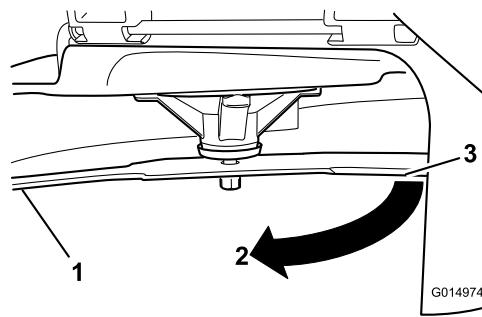

Figura 73
3. Distância medida entre a lâmina e a superfície (A)
4. Rode a mesma lâmina 180 graus para que a extremidade de corte oposta fique na mesma posição (Figura 73).